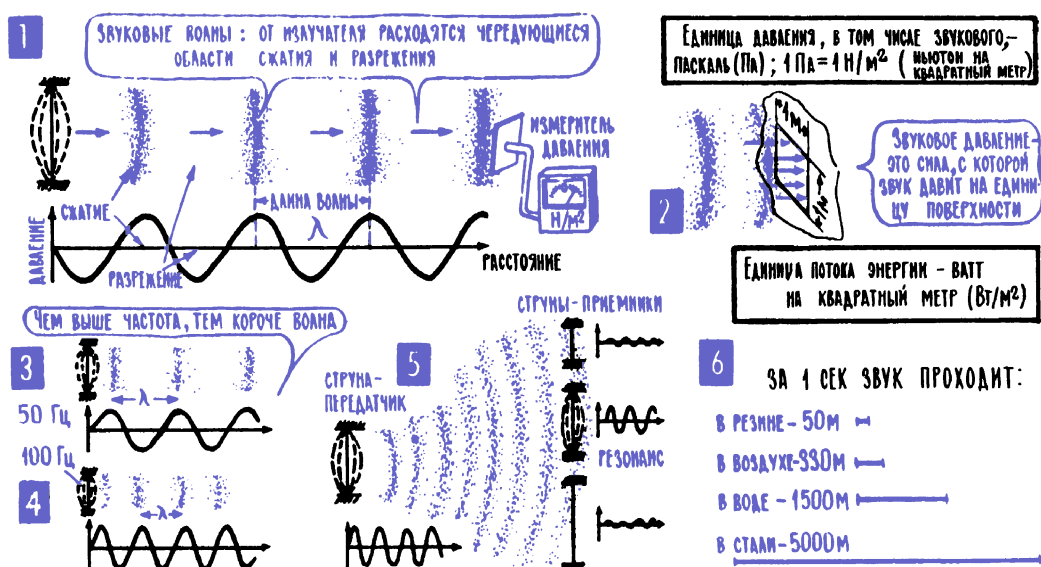

Рис. 7.2. Звуковые волны
7. В процессе колебаний струна излучает звуковые волны. Вы тронули гитарную струну, она пришла в движение, увлекла за собой окружающий воздух, и во все стороны от струны пошли звуковые волны. Их рождение в самом упрощенном виде можно представить себе так. Двигаясь вперед, струна сжимает впереди себя воздух, создает повышенное давление. Разумеется, область с повышенным давлением не может оставаться изолированной, давление передается соседним участкам, и от струны катится вал сжатого воздуха (рис. 7.2).
8. Основные характеристики звука: период, частота, скорость, звуковое давление, сила звука. Попробуем поставить на пути звуковой волны измеритель давления – манометр. Причемотрегулируем его так, чтобы прибор показывал только изменение давления по сравнению с атмосферным. Это значит, что при нормальном атмосферном давлении манометр будет показывать ноль, при некотором сжатии воздуха стрелка прибора пойдет вправо, при разрежении – влево (рис. 7.2; 1). А под действием звуковой волны стрелка будет все время отклоняться от нуля то влево, то вправо. Если бы мы успевали следить за всеми движениями стрелки и построили бы график звукового давления, то он оказался бы точной копией графика свободных колебаний струны. А разве могло быть иначе? Звуковая волна рождена колеблющейся струной, поэтому изменение давления в любой точке, куда приходит звук, в точности повторяет все действия струны по сжатию и разрежению воздуха.
Другая характеристика звука – скорость распространения – не требует, по-видимому, особых пояснений. Нужно лишь отметить, что в воздухе скорость звука при 0 °С – около 330 м/с, что с повышением температуры она несколько повышается и что в других средах скорость звука может быть во много раз больше или меньше, чем в воздухе (рис. 7.2; 6).
Зная скорость звука и его частоту, можно найти еще одну характеристику – *длину звуковой волны*. Длина волны – это то расстояние, которое волна успевает пройти за время одного полного периода колебаний. Так, например, при частоте 1 Гц, то есть при периоде 1 с, длина волны составит в воздухе 330 м, в воде – около 1,5 км, в стали – 5 км, в резине – всего 50 м. С увеличением частоты длина волны, конечно, уменьшается: чем меньше длится период, тем меньшее расстояние успеет пройти волна (рис. 7.2; 3, 4).
10. Струна-излучатель и струна-приемник образуют простейшую линию звуковой связи. Двигаясь в пространстве, звуковая волна натывается на разные предметы, частично отражается от них, а частично отдает им свою энергию. Давайте для определенности предположим, что звуковая волна наткнулась на какую-нибудь струну. Сначала область повышенного давления волны двинет струну вперед, затем область пониженного давления потянет ее назад, затем опять повышенное давление, опять вперед, и снова пониженное давление, снова назад... Одним словом, звуковая волна, отдавая такой струне-приемнику часть своей энергии, заставит ее совершать колебания (рис. 7.2; 5). С какой частотой? Конечно, с частотой самого звука, то есть с частотой струны-передатчика. Потому что именно струна-передатчик определяет, насколько часто сменяют друг друга сжатия и разрежения в звуковой волне, насколько часто эта волна будет двигать вперед-назад нашу струну-приемник. И ее колебания, в отличие от собственных, свободных колебаний, называют вынужденными – струна-приемник вынуждена двигаться именно с той частотой, которую навязывает ей звуковая волна.
Можно настроить струну-приемник в резонанс с частотой звука, и в этом случае амплитуда колебаний струны резко увеличится. Первая же порция звуковой энергии заставит струну совершать свободные колебания, и все остальные действия звуковой волны будут поддерживать эти собственные колебания. Теперь достаточно будет даже очень слабого звука, чтобы сильно раскачать струну (рис. 7.2; 5).
Попав в ушную раковину, звуковые волны пробегают извилистый слуховой проход (его длина около 2,5 см) и, попав на барабанную перепонку, приводят ее в движение (так же, как звук заставлял двигаться струну-приемник; рис. 7.2). Движение барабанной перепонки через систему косточек (молоточек, наковальня, стремечко, общая масса около 0,05 г) передается в самый главный отдел внутреннего уха – в улитку. Такое название эта «деталь» получила потому, что у млекопитающих она похожа на спиралевидный домик улитки (постепенно сужающаяся трубка длиной около 3 см, закрученная на 2,7 оборота). У животных, которые стоят на низших ступенях развития, улитки еще нет, ее место занимает более простая «деталь», похожая на изогнутую луковичу.